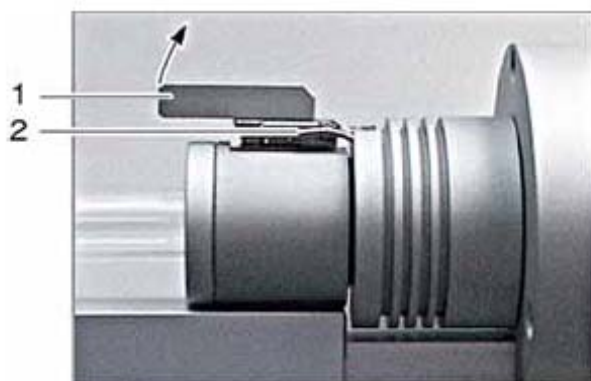

图 98 燃烧炉进样口的开口处
- a. 往上拉锁定杆（图 98，项目 1）
- b. 从固定端松开夹子（图 98，项目 2）